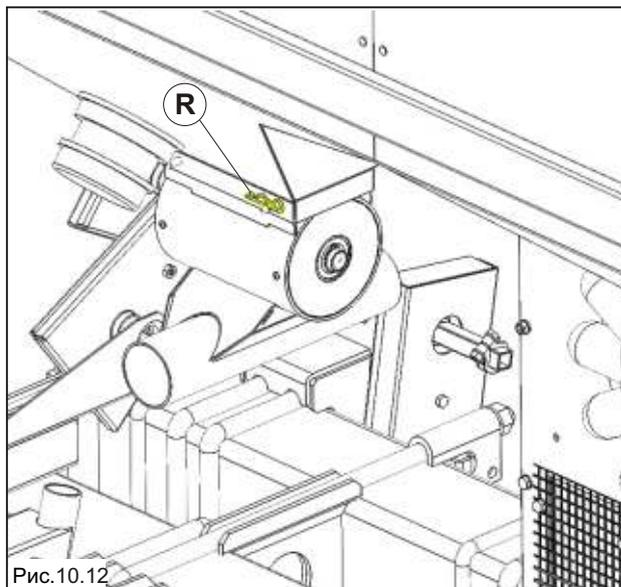

Рис.10.12
- Уберите штифт **R** (рис.10.12);